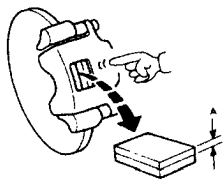

Рис. 9.4 Проверьте толщину фрикционного материала тормозных накладок (А) (См. Раздел 3)
2. Проверьте толщину фрикционного материала. (См. Рис. 9.4).